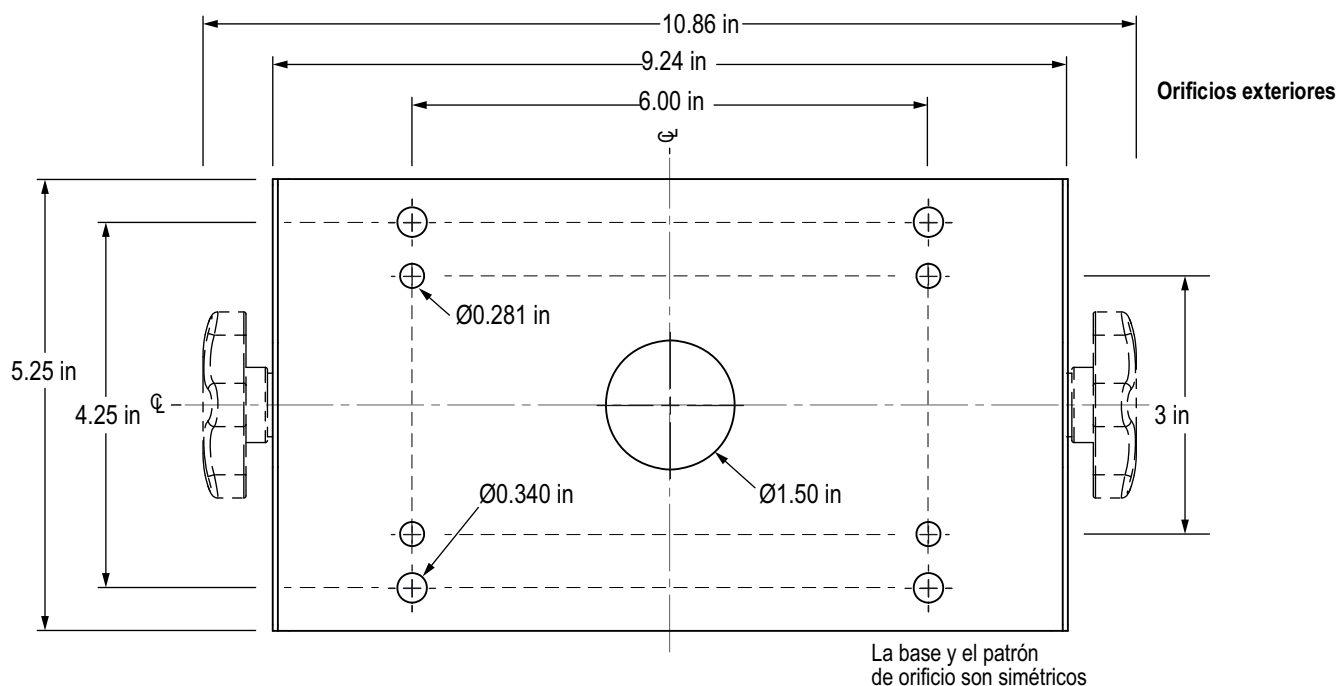

Figura 2-4. Medidas del patrón de orificios del soporte basculante
1. Use el soporte inclinable como plantilla para marcar las ubicaciones de los tornillos. Consulte la Figura 2-4 en la página 24 para las medidas.